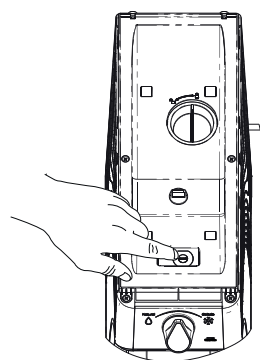

Fig. 13
- Remova a tampa superior do produto para acesso a tecla de Reset (fig.13).